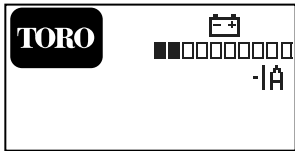

Bild 26
- **Betriebsanzeige (Bild 26):** Zeigt den Ladezustand der Akkus und andere aktuelle Informationen zur Maschine an, die mit den unter Symbole auf